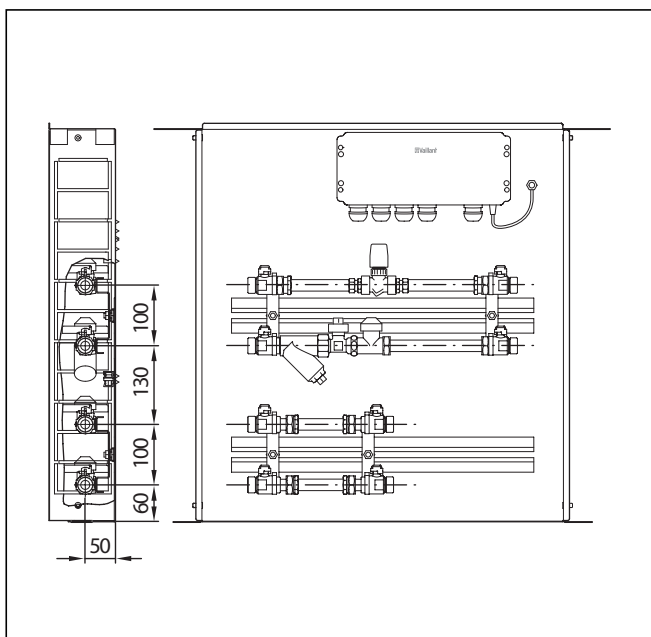

Fig. 4.3 Dimensioni dei raccordi in mm
- Ai lati dell'apertura, praticare dei fori delle misure indicate per le viti di fissaggio (fig. 4.3)
- Aprire i coprigiunti di fissaggio (1) dello sportello del rivestimento dell'apparecchio.